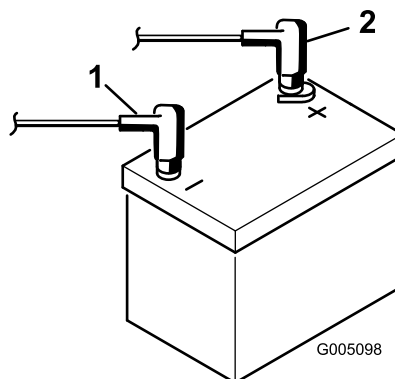

図 8
- 赤いプラス (+) ケーブルをバッテリーのプラス (+) 端子に、黒いマイナス (-) ケーブルはバッテリーのマイナス (-) 端子にはめ、ボルトとナットで固定する (図 8)。ショート防止のために (+) 端子にゴムキャップをかぶせる。